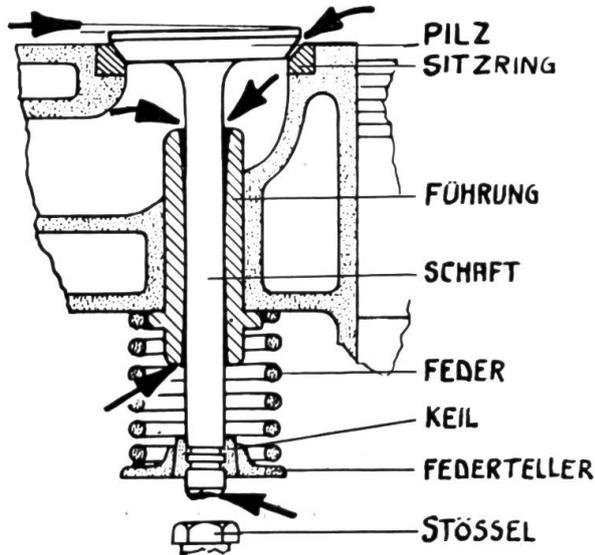

Fig. 1
Ausgeschlagene Ventildführungen müssen mit Hilfe einer besonderen Ausdrück- und Einziehvorrichtung durch neue ersetzt werden, damit das Ventil richtig geführt ist und nicht verkanten kann (Fig. 1).
b) Ventile schleifen: Der Mechaniker kontrolliert zuerst, ob die Ventile rund laufen. Das Schleifen des Ventilkegels ist eine Präzisionsarbeit. Man benötigt dazu eine einwandfreie Ventilschleifmaschine. Ist ein Ventil stark verzogen, oder hat der Schaft angefressen, so kann es nie mehr richtig abdichten (Fig. 1). Am Ventilteller darf man nur soviel Material wegschleifen, als zur Erreichung eines sauberen Kegels absolut notwendig ist. (Fig. 2.)